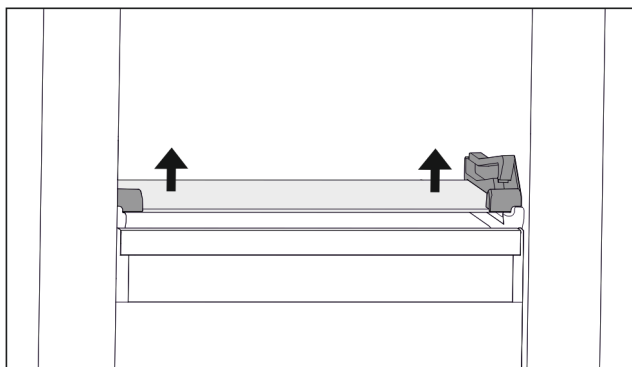

Fig. 131 Staklena ploča nagibne ladice
- ▶ Pritisnite staklenu ploču odozdo s obje strane prema gore. (pogledajte Fig. 131)